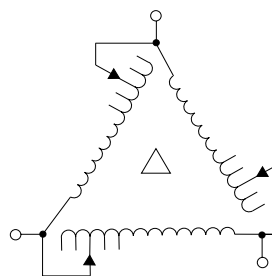

Рис. 29. Три фазы, треугольник, полностью изолированный (T)
- трехфазного полностью изолированного подключения по схеме «треугольник» (см. рис. 29);